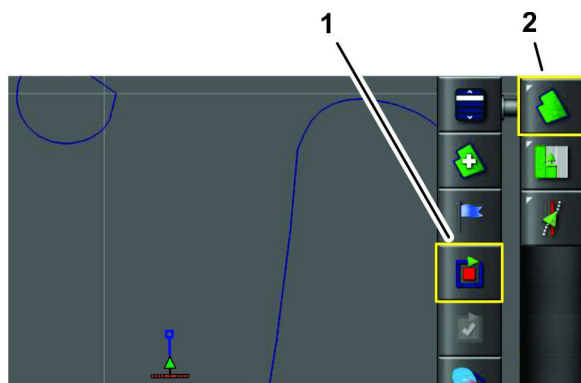

Figura 41
3. Pulse el icono MENÚ DE PARCELAS y pulse el icono REGISTRAR PERÍMETRO DE PARCELA (Figura 41).